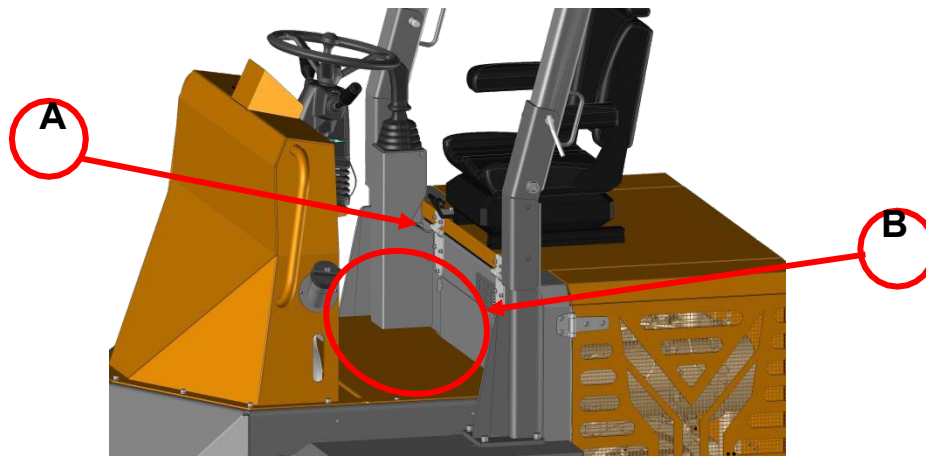

Abbildung 31. Plattform für den Zugang zum Ölfilter
c. **Trittbrett – Zugang zum Ölfilter:** Um diese Plattform zu öffnen, verwenden Sie den Inbusschlüssel Nr. 5 und entfernen Sie zuerst das Joystickgehäuse (Abbildung 31 - A) und entfernen Sie dann die Plattform B mit demselben Inbusschlüssel.